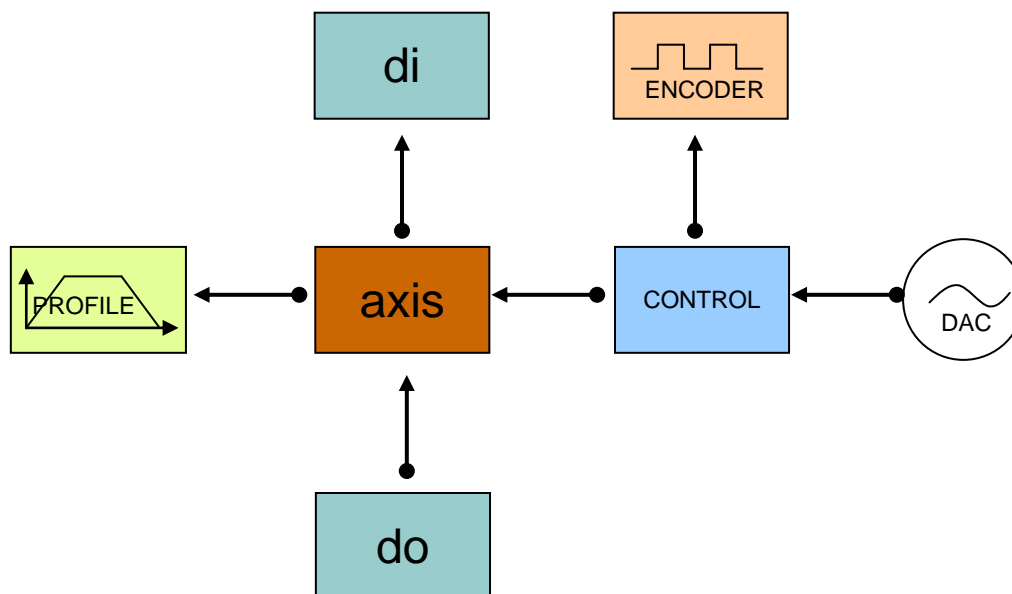

图 3-1-2 伺服控制
伺服控制方式的基本配置如图 3-1-2 所示。
3. Control 关联选项：如果需要伺服闭环控制，应该使 control 与 axis 关联。默认为：不关联，即开环脉冲控制方式。关联之后，运动控制器会将相应编号的 encoder、dac、axis、control 关联在一起，如图 3-1-2 所示，此时，dac 的值将不能独立设置，如果调用 GT\_SetDac()指令将会无效。切换开环方式和闭环方式可以通过指令 GT\_CtrlMode()来实现。